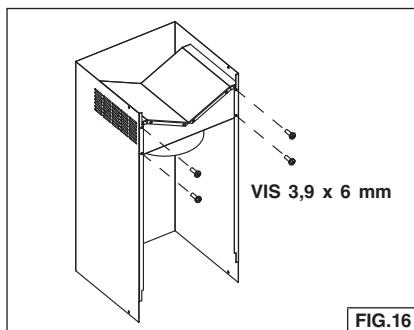

FIG.16
3. Installez le caisson sur le conduit décoratif supérieur à l'aide des (4) vis de 3,4 x 15 mm fournies, tel qu'ilustré. Fig.16.